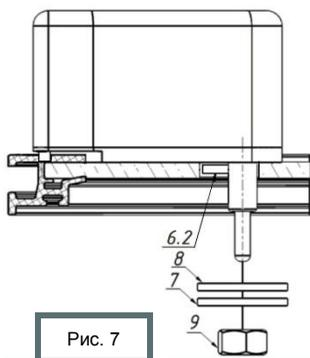

Рис. 7
- Установить ригель замка в стандартное отверстие на стекле двери, установив выступ на нижней поверхности ригеля в просверленное отверстие пластикового обрамления (Рис. 7).
**Для выпуклого ларя:** надеть на ригель прокладку **8**, затем шайбу **7** и зафиксировать их гайкой **9** (см Рис.7). Надетая на ригель эксцентриковая шайба **6.2** должна быть ориентирована согласно Рис.6.